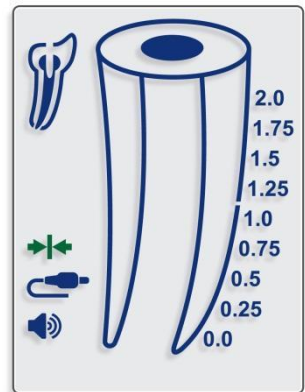

Fig. 3
- 7.3.2 O ícone "Connection"  deve aparecer na tela, indicando a conexão apropriada (Fig. 3).